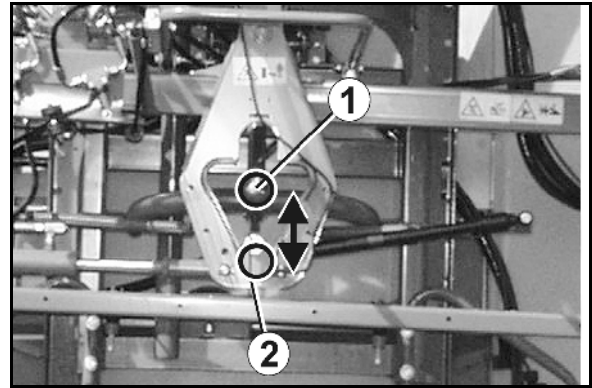

Fig. 84
Amortissement tridimensionnel (Fig. 84/1)
- L'équilibrage des oscillations bloqué (Fig. 84/2) quand le symbole du verrou à l'écran est fermé.